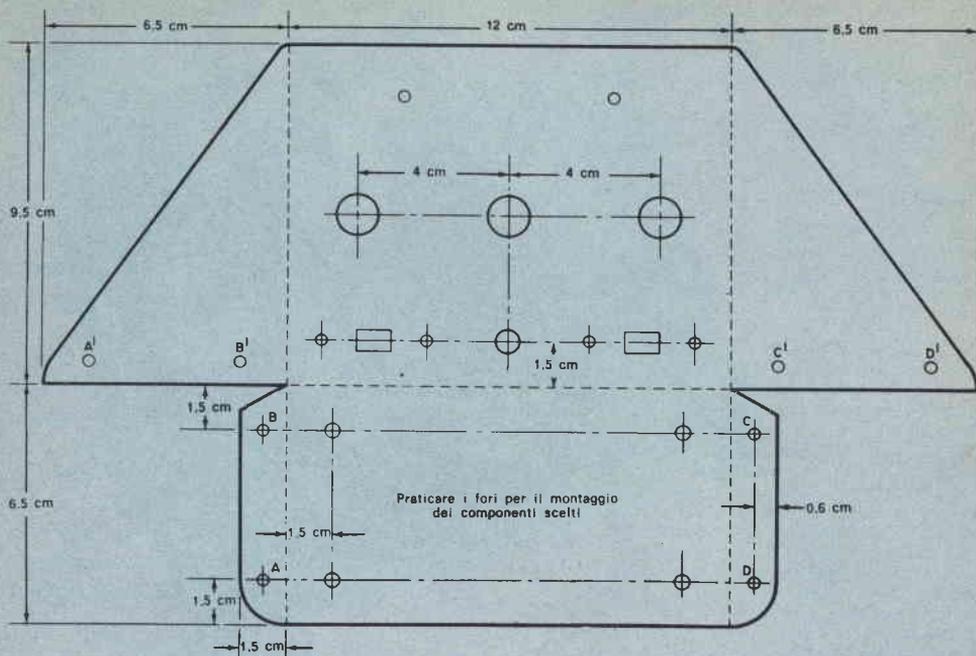

Fig. 3 - Il telaio si può costruire con lamierino d'alluminio, tagliandolo e forandolo come illustrato sopra.
Fig. 3 - I nuclei miniatura realizzati dalla IBM per il calcolatore di guida del Saturno sono così piccoli che sulla moneta possono trovare posto circa 545 unità.
Le dimensioni di questi nuclei sono estremamente ridotte, come si vede nella *fig. 3*, tanto che su una moneta potrebbero trovare posto circa cinquecentoquarantacinque unità.
**Costruzione** - Per la costruzione del generatore d'onde quadre si può usare qualsiasi tipo di telaio. Nelle fotografie sono illustrati una scatola di alluminio ed un telaio d'alluminio autocostruito; il telaio è realizzato con un pezzo di lamiera d'alluminio spessa 1,5 mm da 25 x 16 cm tagliato, piegato e forato come si vede nella fig. 3. La disposizione delle parti non è critica e per fissare il telaio al pannello frontale si possono usare sia rivetti sia viti con dadi.